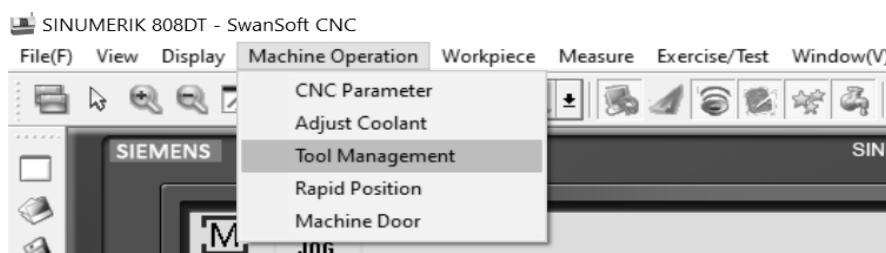

Рисунок 2.8 – Выбор вкладки «Tool Management»
5.3 Подобрать и задать режущие инструменты, загрузить их в револьверную головку, выбрав вкладку «Machine Operation» – «Tool Management» (рисунок 2.8).